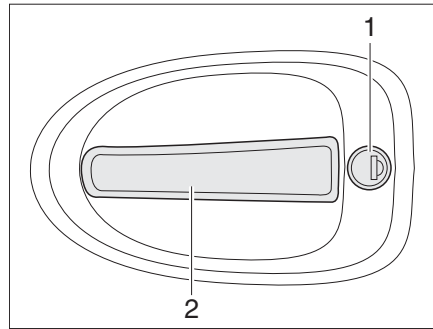

Fig. 42 Cerradura de la puerta del conductor, en el exterior
- Introducir la llave en el cilindro de cierre (Fig. 42,1) y girarla hasta que esté desbloqueada la cerradura de la puerta.
- Tirar del tirador de la puerta (Fig. 42,2). La puerta está abierta.
- Introducir la llave en el cilindro de cierre (Fig. 42,1) y girarla hasta que esté bloqueada la cerradura de la puerta.